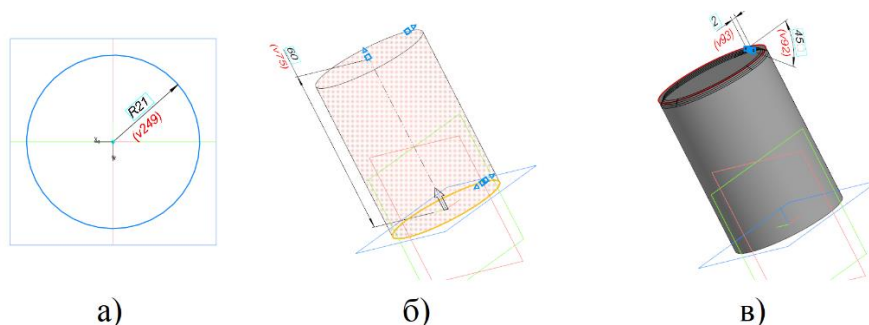

Рисунок 20 – Создание вала
2. Создайте новый документ Деталь. Создайте вал диаметром 42 мм и длиной 60 мм, изометрия XYZ, плоскость XY (рисунок 20 а, б). Сделайте на валу фаску $2 \times 45^\circ$ (рисунок 20в).